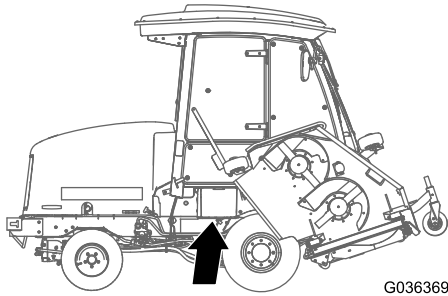

Figura 83
1. Aprite il coperchio della batteria sul lato della copertura (Figura 83).
Nota: Premete sulla superficie piatta sopra il coperchio della batteria per facilitare la rimozione del coperchio (Figura 83).